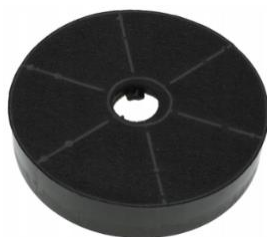

Рис. 9
2) Рециркуляции (рис. 8b) – внутренняя циркуляция воздуха через угольный фильтр (рис. 9). Вытяжка в данном случае не подключается к вентиляционной шахте и, таким образом, воздух просто прогоняется через вытяжку внутри кухни.
В этом режиме на вытяжку должен быть установлен угольный запахоулавливающий фильтр (рис. 9). Этот фильтр не входит в комплект вытяжки и приобретается отдельно. Угольный фильтр следует менять не реже, чем раз в 3-4 месяца (в зависимости от интенсивности приготовления пищи). Использование вытяжки в режиме рециркуляции снижает ее производительность.